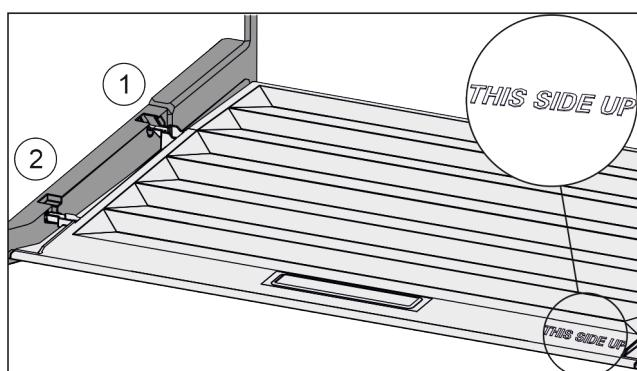

Fig. 94
- ▶ Вставить поперечные ребра крышки через отверстие заднего держателя Fig. 94 (1) и защелкнуть спереди в держателе Fig. 94 (2).